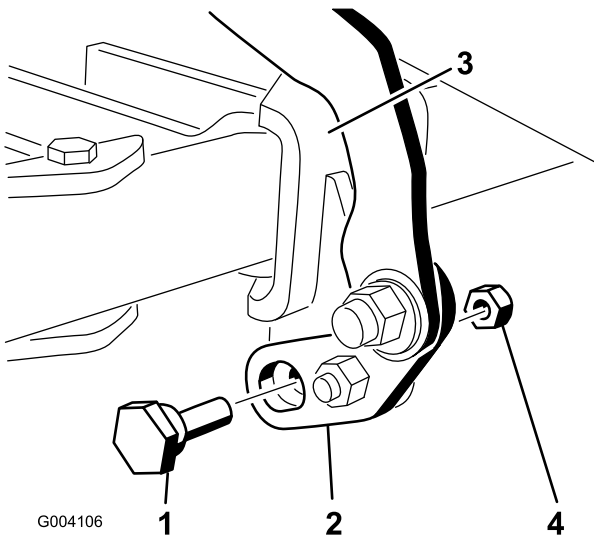
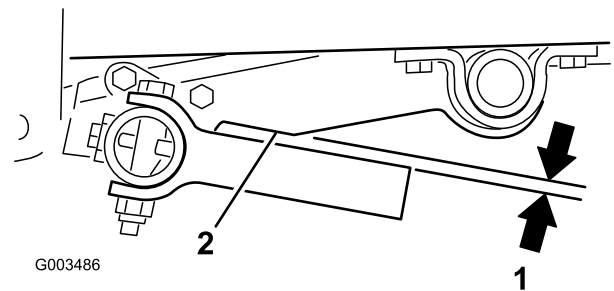

図 16
図 20
6. ピボット・タブとピボット・ブラケットの下から偏心ボルトを通し、ロックナット ((5/16 インチ)) で固定する (図 16)。
2. ツールバーのティンと昇降アームとが平行になるように、偏芯ボルトを回して調整する（図 16と図 20）。